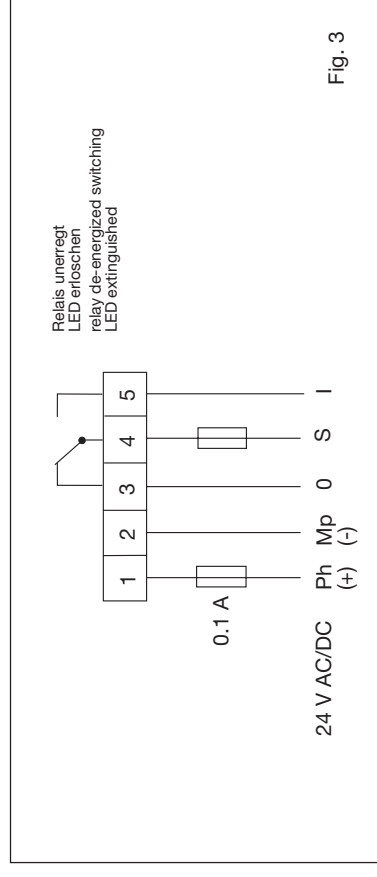

Fig. 3
- Den Netzanschluß an den Klemmen 1 und 2 und den Relaisausgang an den Klemmen 3 ... 5 anschließen (Fig. 3).